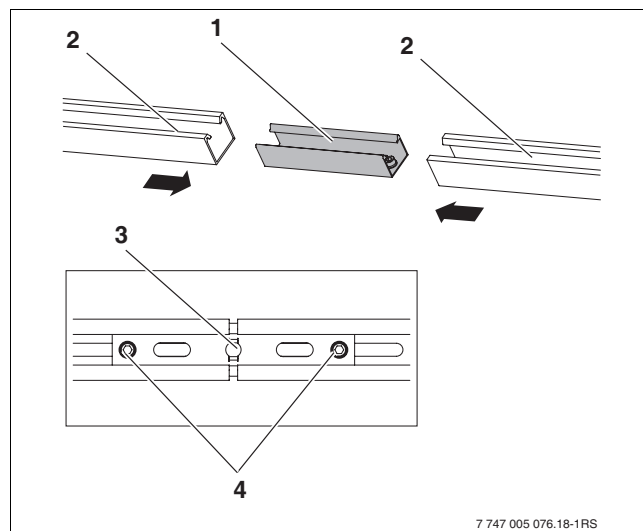

Fig. 24 Unir los perfiles cubierta plana/tejado inclinado
- ▶ Empujar el conector (Fig. 24, (1)) hasta el tope en ambos perfiles (2).
- ▶ Para inmovilizarlos, apretar los dos tornillos prisioneros M10 (Fig. 24, (4)) premontados en el conector con una llave SW5.
- ▶ Atornillar los perfiles cubierta plana/tejado inclinado (Fig. 24, (1)) primero al perfil central de soporte del captador, para ello utilizar el agujero (3) del conector.